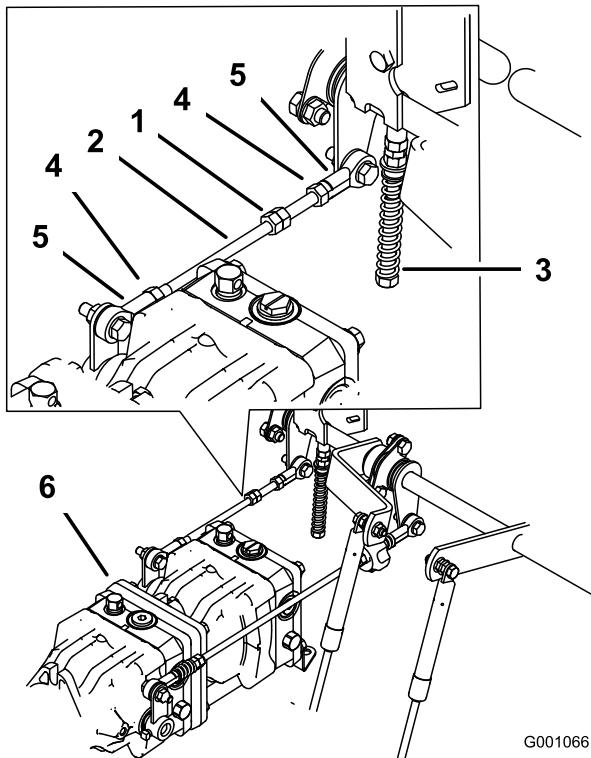

Figura 79
1. Afloje las contratuerca de la articulación esférica de la varilla de control de la bomba (Figura 79).
3. Ajuste la longitud de la varilla de la bomba girando las tuercas dobles de la varilla, en el sentido apropiado, hasta que la rueda quede estacionaria o se mueva muy lentamente en marcha atrás (Figura 79).
- Apriete las contratueras de las articulaciones esféricas (Figura 79).